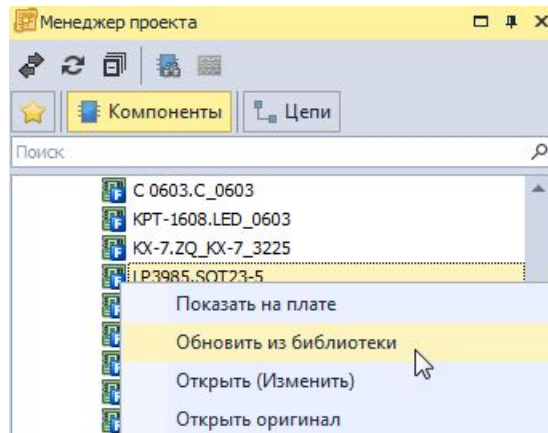

Рис. 124 Приведение посадочного места в соответствие с библиотекой ЭРИ
2. Вызвать контекстное меню и воспользоваться пунктом «Обновить из библиотеки», см. Рис. 124.